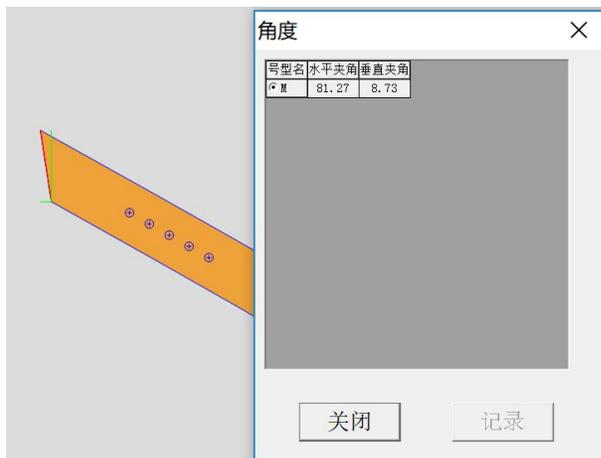

图 21.1
- (1) 测量一条线的水平夹角、垂直夹角。用左键框选或点选需要测量一条线，击右键，弹出角度测量对话框（如图 21.1）；